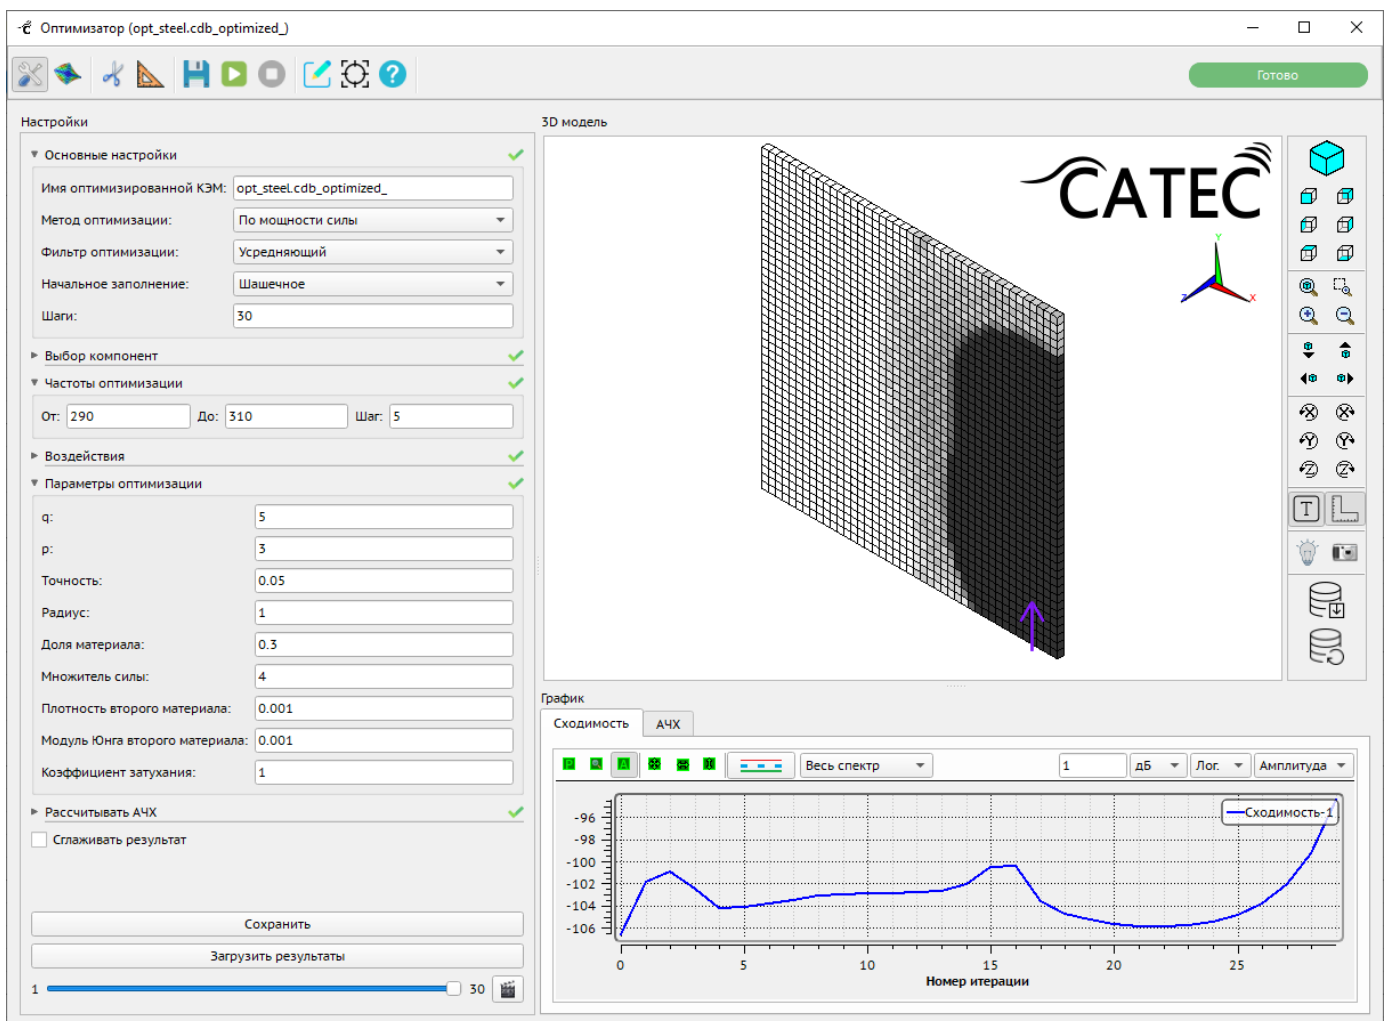

Рисунок 173 – Оптимизированная КЭМ. График сходимости алгоритма оптимизации
Для загрузки результатов на текущей итерации нужно нажать на кнопку «Загрузить результаты». В правой части окна настроек отобразится оптимизированная КЭМ и график сходимости алгоритма оптимизации (график отображается при условии, что перед расчетом карточки в настройке параметра «Рассчитывать АЧХ» было выбрано значение «Да») (Рисунок 173).
– «Сходимость» – отображается график сходимости алгоритма в зависимости от текущей итерации (Рисунок 173);